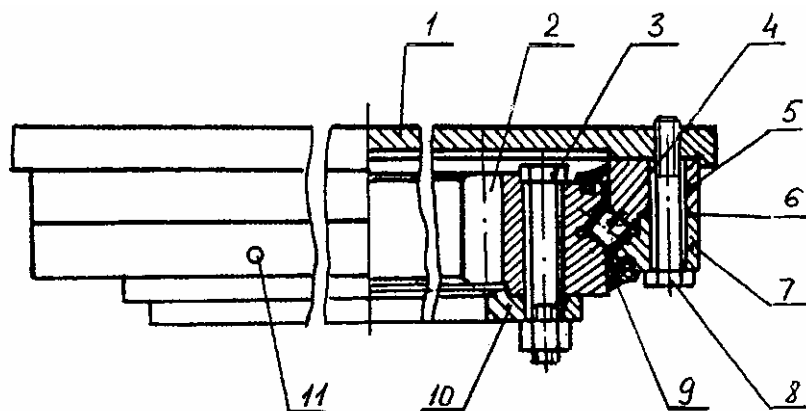

Рис. 14 Опорно-поворотное устройство
1.4. ОПОРНО-ПОВОРОТНОЕ УСТРОЙСТВО (РИС. 14)